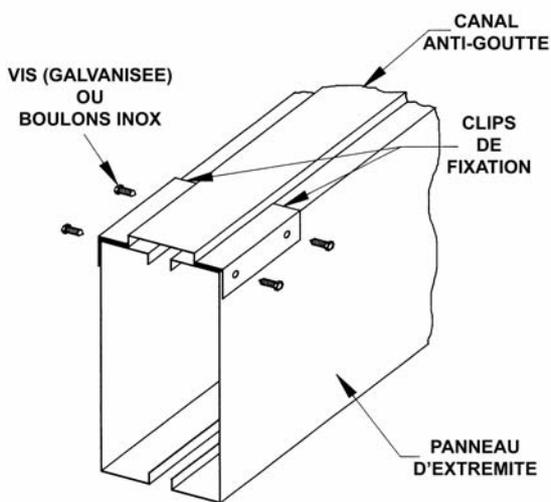

Figure 5 - Installation du Canal Anti-goutte
8. Placer le canal anti-goutte au dessus des brides attenantes de la section bassin. Sécuriser en installant des vis auto-taraudeuses de 8mm à travers les clips de soutien dans les panneaux d'extrémité. Pour les constructions en acier inoxydable, sécuriser en installant des boulons de 6mm en acier inoxydable à travers les clips de soutien dans les panneaux d'extrémité. (Voir Figure 5)